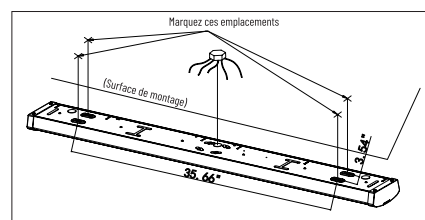

Figure 2
- i. Alignez l'ouverture de passage des fils avec l'endroit prévu pour le câblage et marquez l'emplacement des quatre fentes de montage situées aux extrémités du boîtier. (Figure 2)